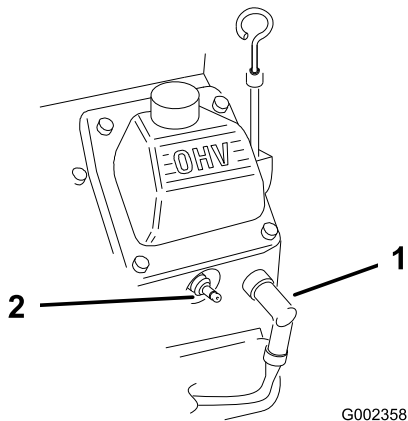

Bild 24
2. Klemmen Sie das Zündkabel von der Zündkerzen ab (Bild 24).
3. Schließen Sie den Zündkerzenstecker an die Zündkerzen an (Bild 24).